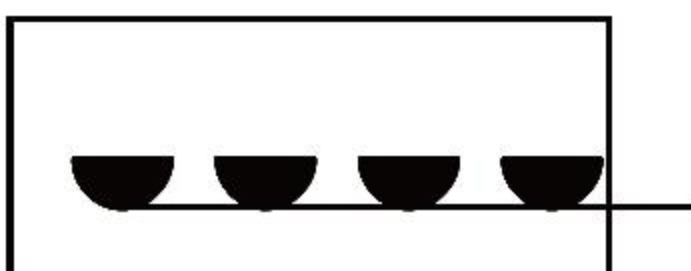

图4-49 复制图形
**02** 单击【修改】面板中的【路径阵列】按钮，路径阵列图形，如图4-49所示。命令行操作如下。